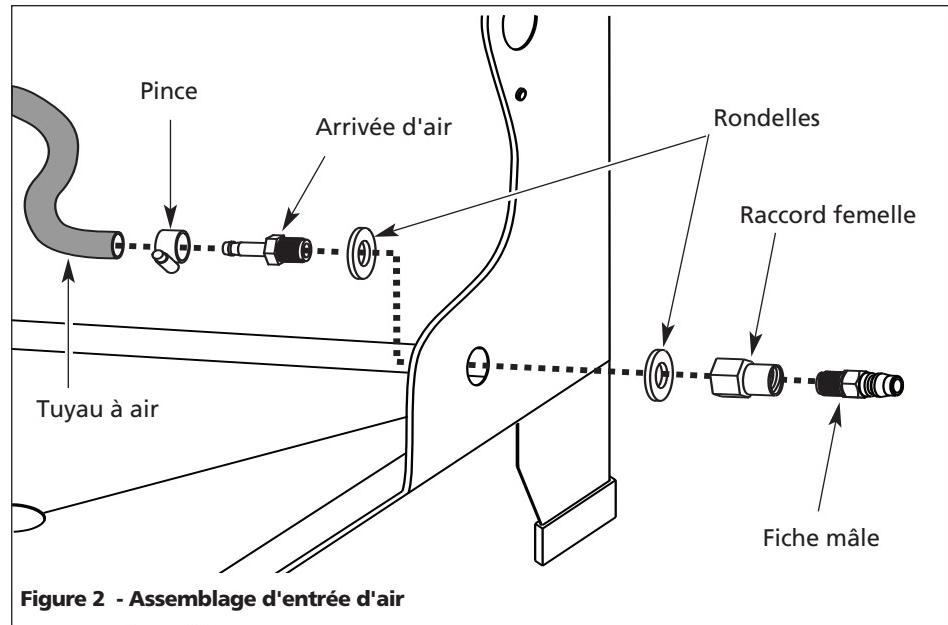

Figure 2 - Assemblage d'entrée d'air
- Placer les assemblages de pistolet et de boyau dans l'armoire, acheminant le tube plongeur sous le plateau de pièces grillagé. Placer une rondelle à l'extrémité filetée du raccord d'entrée de l'armoire, puis pousser le raccord à travers le trou du côté inférieur droit de l'armoire. Placer l'autre rondelle sur l'extrémité proéminente du raccord (voir Figure 2).
- Appliquer du ruban de téflon aux filets du raccord d'entrée pour réduire la possibilité de fuites d'air. Enfiler le raccord femelle sur les filets proéminents du raccord d'entrée de l'armoire et bien resserrer. S'assurer que les méplats de clé du raccord femelle aboutent l'armoire (voir Figure 2).